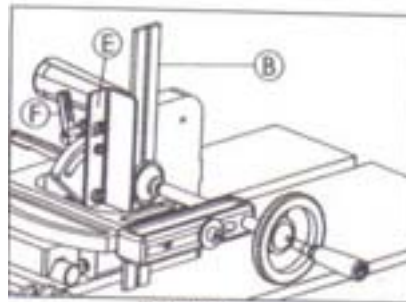

FIGURE 7
4. A l'aide de l'équerre (B), figure 7, vérifiez si la face de la partie arrière (E) est à 90° par rapport à la table de la scie et si un ajustement est nécessaire. Desserrez le levier de blocage (F), ajustez la partie arrière (E) conformément et serrez le levier (F).